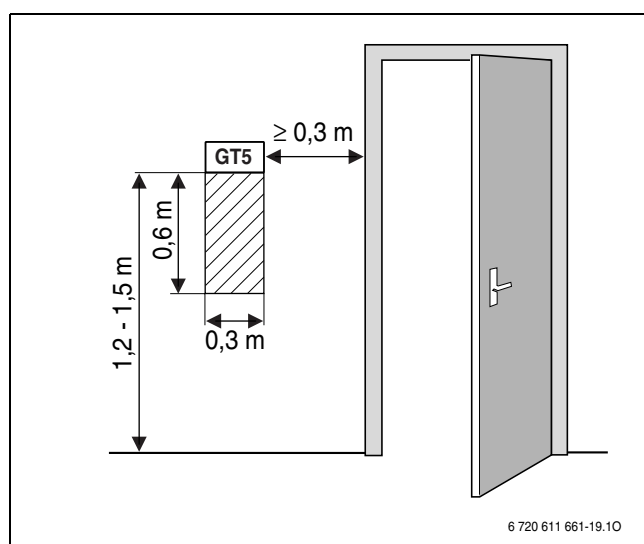

Fig. 42 Anbefalet monteringssted for rumtemperaturføler GT5
- Uhindret cirkulation for rumluften under rumtemperaturføler GT5 (det skraverede areal i fig. 42 skal være frit)